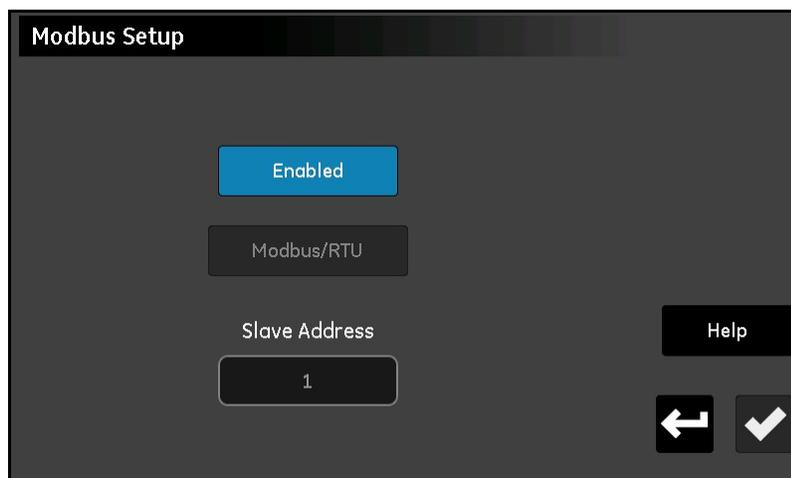

Abbildung 68: Bildschirm „Modbus-Konfiguration“
1. Tippen Sie im Bildschirm *Konfigurationsmenü* (siehe *Abbildung 52 auf Seite 57*) auf die Schaltfläche **Modbus**, um den Bildschirm *Modbus-Konfiguration* zu öffnen, der in etwa wie in *Abbildung 68* unten dargestellt aussieht.